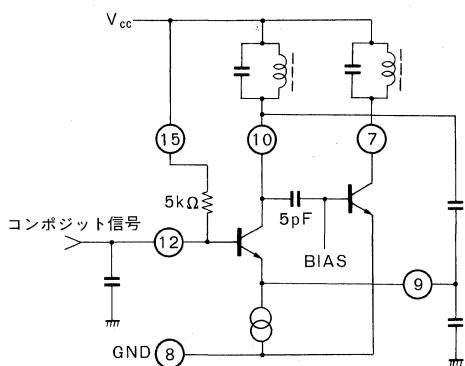

Fig. 3
2) FM 变调器部 高周波発振器は、Fig. 3に示すようなコレクタ同調型のコルピッツ発振器です。